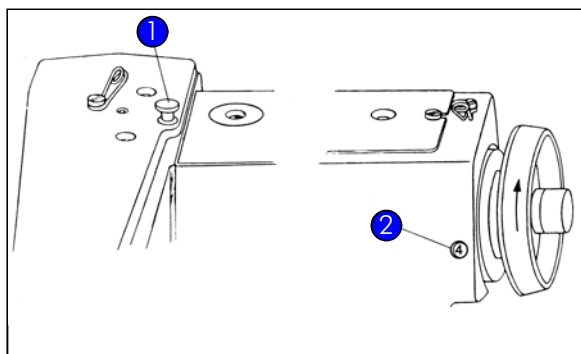

Figure 14 Réglage de la longueur du point
- ▶ Enfoncer la tige ❶ et tourner simultanément la roue à main de la machine vers la droite, pour encliqueter que cette tige dans le trou, Figure 14.
- ▶ Tenir la tige et tourner la roue à main de la machine encore plus, jusqu'à ce que le verre de regard ❷ affiche le chiffre qui correspond avec la longueur de point préférée (voir table).